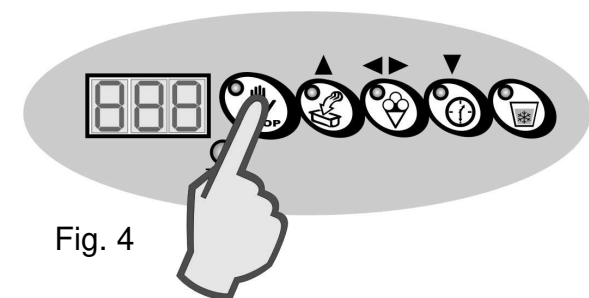

Fig. 4
7. Para salir de la programación y guardar las modificaciones presione la tecla “STOP”. (fig. 4)